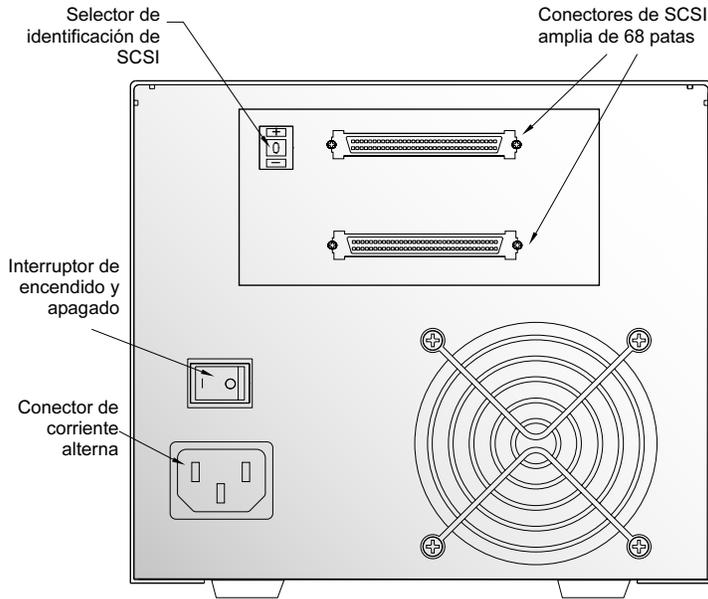

Figura 14. Interruptores y conectores en la parte posterior de las unidades de escritorio LTO-1 y LTO-2
Cada dispositivo SCSI en el bus debe tener su propia identificación SCSI exclusiva. La unidad de cinta de escritorio se envía con una identificación de SCSI predeterminada de 6. Evite establecer la identificación de la unidad en 7. Si otro dispositivo SCSI en la cadena SCSI ya está usando esta identificación, use el interruptor de botón en la parte posterior de la unidad para cambiar la identificación SCSI de la unidad (consulte la Figura 14 en la página 30) o asigne una identificación de SCSI exclusiva al otro dispositivo SCSI.
Las unidades de escritorio LTO-1 y LTO-2 tienen dos conectores de interfaz SCSI blindados de 68 patas (alternativa 2 de ANSI) en el panel posterior (consulte la Figura 14 en la página 30). Estos conectores consisten en dos filas de contactos de cinta separadas 2,16 mm (0,085 pul) entre sí. Cada conector se puede usar como una conexión SCSI de entrada o de salida. Eso significa que se puede usar cualquiera de los dos conectores para conectar la unidad a un equipo host o a otro dispositivo SCSI.
2. Conecte el cable de interfaz SCSI a uno de los conectores de interfaz SCSI de 68 patas en la parte posterior de la unidad (consulte la Figura 14 en la página 30).
Conecte el cable de alimentación firmemente al conector de alimentación en la parte posterior de la unidad de escritorio LTO-1 o LTO-2 (consulte la Figura 14 en la página 30).